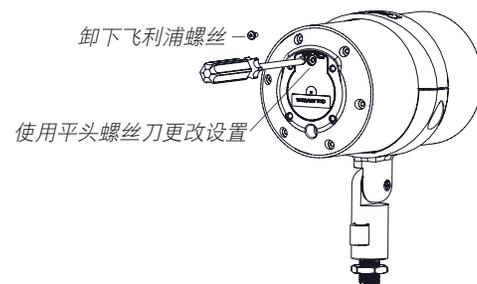

图 19
3. L41XC 扬声器随附的变压器设置为 60W，且须重新设置为旁路。使用飞利浦螺丝刀卸下飞利浦保护螺钉，如图 19 所示。